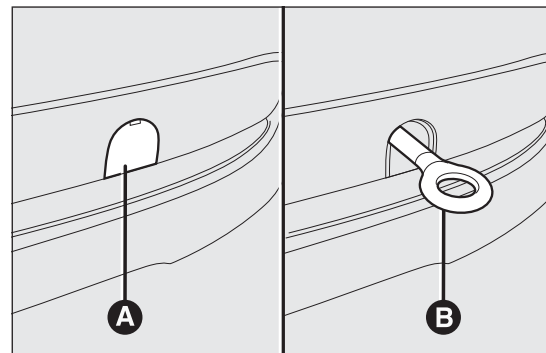

fig. 150
- sortir l'anneau d'attelage B fig. 150 de son logement, dans la boîte à outils ;